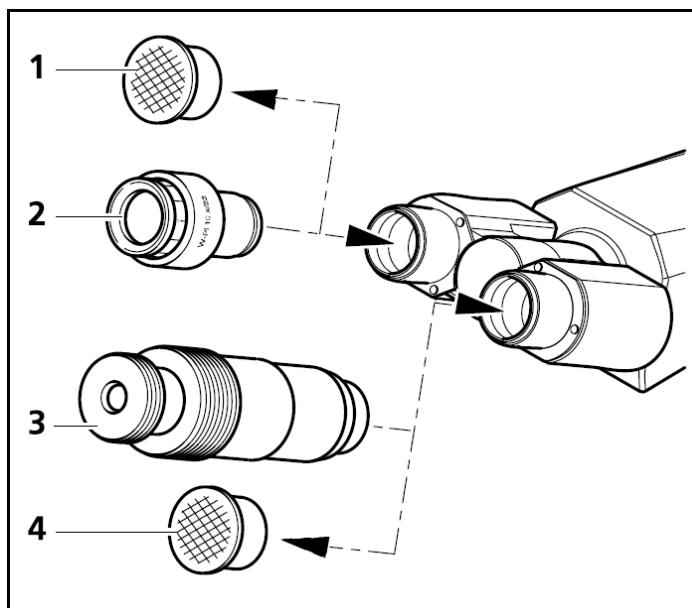

图 3-4 插入目镜
- 从双目观察筒上取下防尘罩的盖子（图 3-4/1 和 4）。
- 从盒子中取下两个目镜（图 3-4/2），将其插入到双目观察筒，直到插不进去为止。
- 如果不插入目镜，为了检查孔径、相位和暗视场光阑的调中相位和暗视场光阑，您可以将一个辅助显微镜（图 3-4/3）插入目镜位置。可用可调节镜头来聚焦这些光阑。